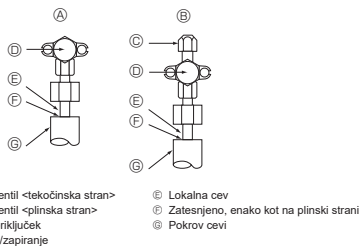

Fig. 4-4
4.4. Postopek preverjanja tesnosti cevi za hladilno sredstvo (Fig. 4-4)